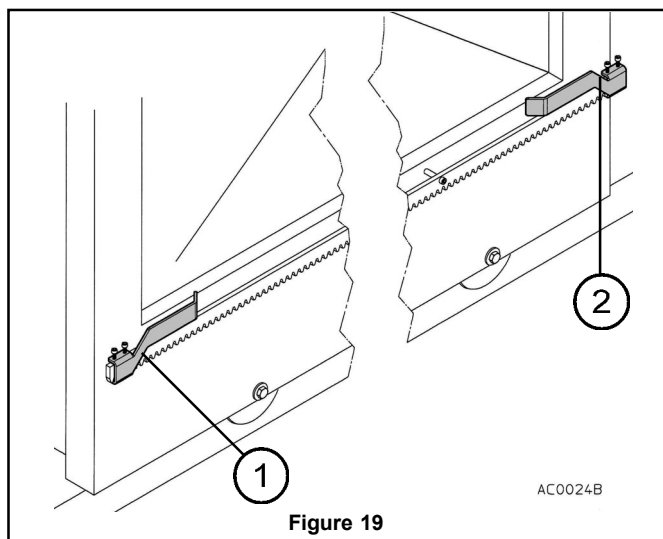

Figure 19
- La crémaillère doit dépasser par rapport à l'axe du pignon de l'espace suffisant pour l'assemblage de la bride de fin de course "portail ouvert" (1 fig. 19).
- Assembler les éléments de la crémaillère en les alignant entre elles et en respectant un espace d'1 mm par rapport au pignon. Après avoir assemblé la dernière pièce de la crémaillère et fixé l'ensemble, scier la partie de la crémaillère qui dépasse en laissant suffisamment d'espace pour le montage de la came de fin de course « portail fermé » (2 fig. 19).
- Fixer les cames de fin de course "portail ouvert" (1 fig. 19) et "portail fermé" (2 fig. 19) aux extrémités de la crémaillère, en les serrant à l'aide des vis fournies dans l'emballage. Sachant que le portail va courir 2-3 cm en plus après le fonctionnement de l'interrupteur de fin de course, régler par conséquent la position des brides de façon à ce que le portail ne se heurte pas buttés mécaniques.